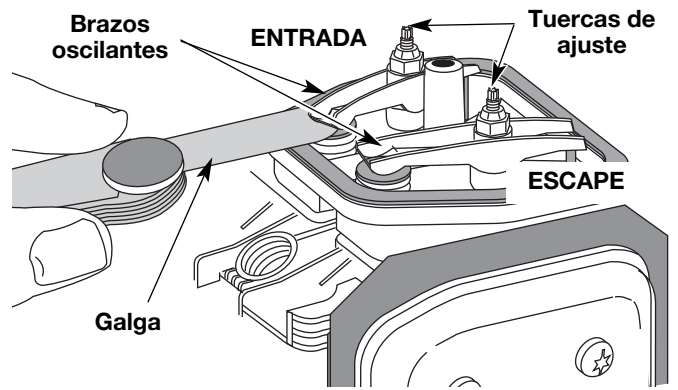

Fig. 43
El huelgo recomendado para las válvulas de entrada y de escape es 0,076 – 0,152 mm (0,003 – 0,006 pulgadas). Use un calibrador regular de automóvil de 0,127 mm (0,005 pulgadas). El calibrador debe deslizarse entre el balancín y el vástago de la válvula con una ligera cantidad de resistencia, sin doblarse (Fig. 43 y 44).
9. Deslice la galga entre el brazo oscilante y el resorte de retorno de la válvula. Mida el huelgo entre el vástago de la válvula y el brazo oscilante (Fig. 43). Realice esto en las válvulas de entrada y de escape.